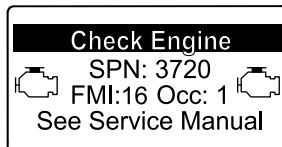

Figure 52
- Avertissement moteur SPN 3720, FMI 16 (Figure 52)